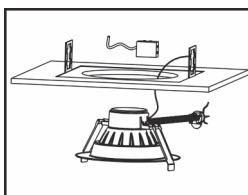

Fig. 3
- 4.) Ouvrir la boîte de jonction et couper tous les fils connectés au ballast. Insérer le conduit de la lampe dans la boîte de jonction et réaliser le câblage à la source d'alimentation (noir à la phase, blanc au neutre, vert à la terre) (**Figure 3**) Rattacher le couvercle de la boîte de jonction.
- 4.) Mettre le sélecteur TCP de la partie supérieure de l'unité sur la température de couleur désirée (CCT). (**Figure 3**).